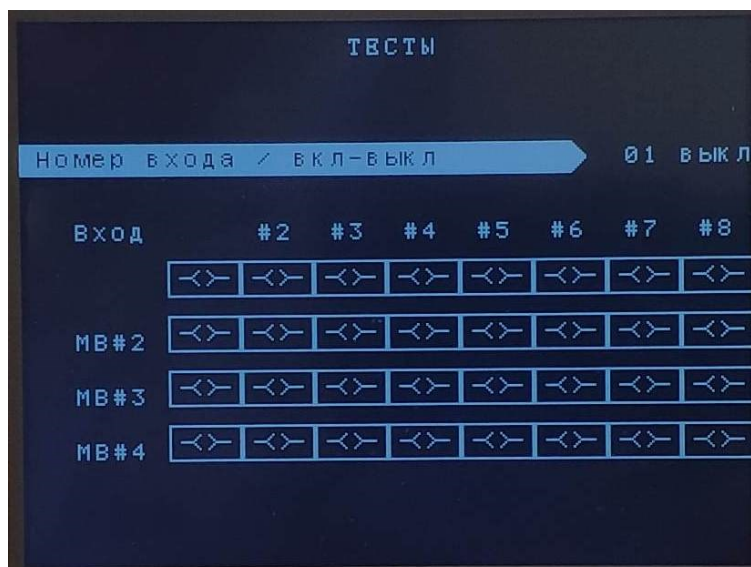

Рисунок 23 – Подраздел «Тест МВ»
3.2. «Тест МВ» - подраздел предназначен для проверки дискретных входов модуля МВ (см. рисунок 23). Порядок работы в данном режиме аналогичен п. 3.1. При тестировании дискретных входов, пуск аварийных команд не происходит.